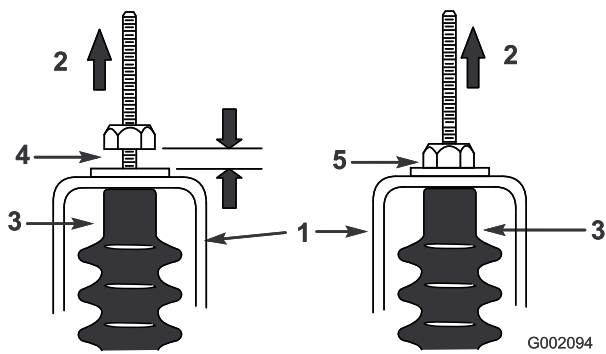

図 29
5. それぞれのシフトケーブルを引っ張って、ナット/ワッシャとニュートラル・ブラケットとの間に 0.76-1.52 mm のすきまがあることを確認する(図 29)。